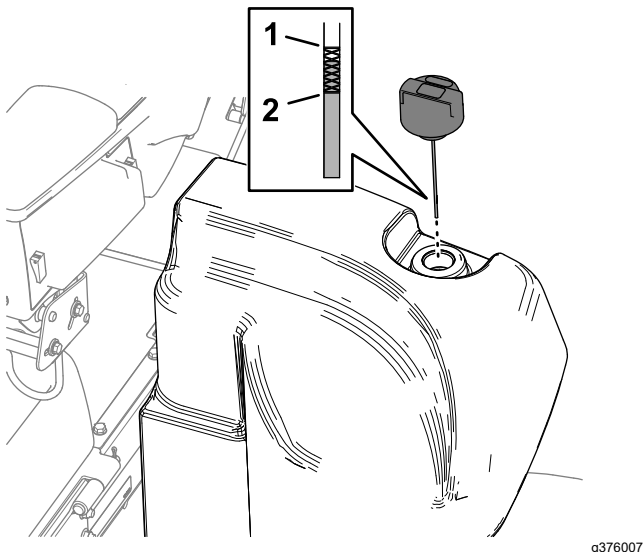

Рисунок 100
2. Очистите зону вокруг заливной горловины и крышки гидравлического бака (Рисунок 100).